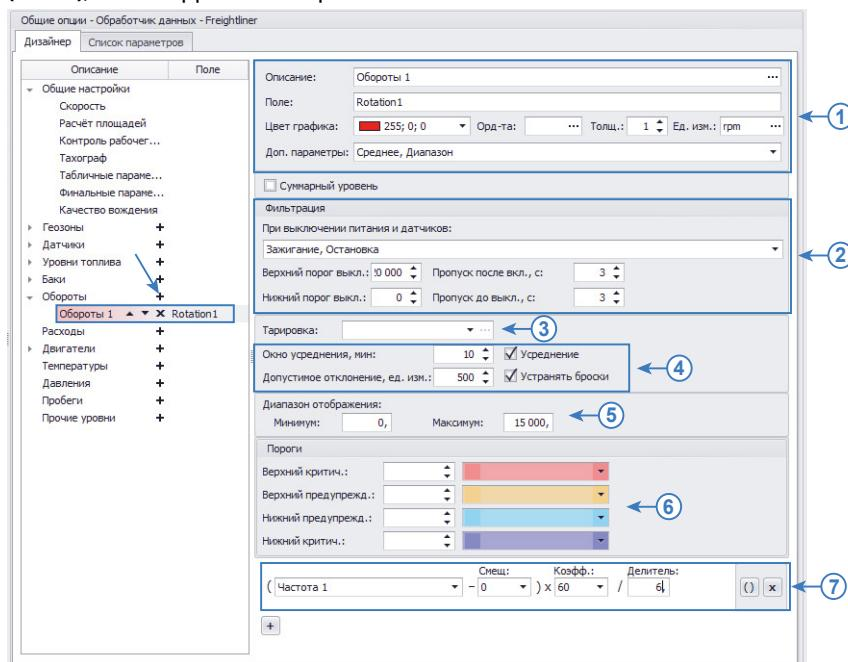

Рис.45. Создание параметра для контроля оборотов.
Программа «АвтоГРАФ 5 ПРО» позволяет получить данные об оборотах исполнительного механизма при помощи датчиков, подключенных к бортовому контроллеру «АвтоГРАФ». Для контроля оборотов необходимо добавить параметр в группу «Обороты» Дизайнера (Рис.45), затем корректно настроить.
**1. Общие настройки (Рис.45, п.1).** Общие настройки описаны в разделе «Общие настройки параметров», поэтому в данном разделе их настройка рассматриваться не будет.
## 2. Настройка первичной фильтрации показаний оборотов (Рис.45, п.2)
## 3. Настройка тарировочной таблицы (Рис.45, п.3)
В некоторых случаях могут иметь место резкие скачки и отклонения показаний, которые могут быть отфильтрованы путем усреднения. Фильтрация осуществляется путем усреднения показаний в течение интервала (окна усреднения) и оценки отклонения показаний датчика относительно средних значений. Если текущее показание превышает среднее значение на величину больше, чем допустимое отклонение, то показание будет отфильтровано. Для фильтрации бросков необходимо включить опцию «Устранять броски» и настроить следующие параметры фильтрации (Рис.45, п.4):
Диапазон показаний может быть ограничен. В этом случае на графике параметра оборотов будут отображаться только те значения, которые не выходят за пределы разрешенного диапазона. Для ограничения диапазона показаний необходимо перейти в группу настроек «Диапазон отображения» и настроить следующие поля (Рис.45, п.5):
Пороги настраиваются в блоке настроек «Пороги». Всего может быть настроено 4 порога (Рис.45, п.6): верхний критический, верхний предупреждения, нижний предупреждения и нижний критический. Для того чтобы порог обрабатывался, необходимо задать значение порога и присвоить иконку.
#### 7. Расчет показаний оборотов (Рис.45, п.7)